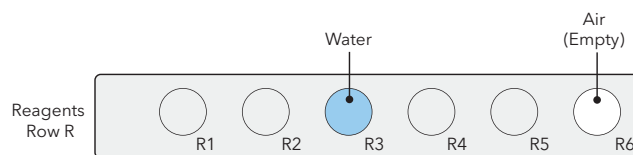

FIGURE 20. cIEF Fractionation Cartridge Post-run cleanup vial placement.
10. 図 20 に示されているように試薬バイアルが配置されていることを確認します。バイアル R3 に少なくとも 2 mL の水が入っていることを確認します。